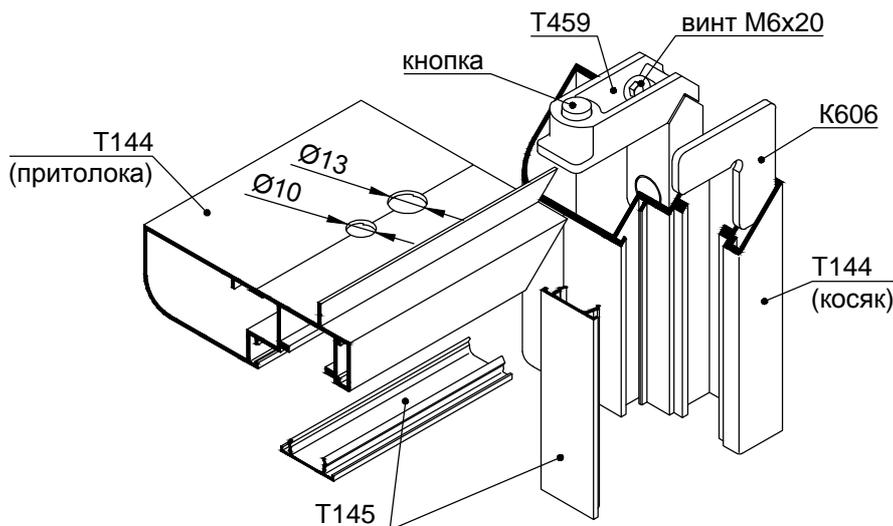

Рис. 4.3.1
3. Установить в косяк уголок К606 и соединитель Т459 головкой винта М6х20 наружу (см. рис. 4.3.1). Кнопку на угловом соединителе необходимо совместить с отв. Ø10 мм в косяке;